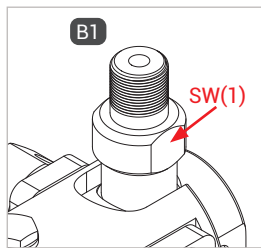

Abbildung 2
- ▶ Halten Sie beim Montieren des Füllschlauches an der Schlüsselbohrung SW(1) (Abbildung 2) mit einem Gabelschlüssel gegen.
- ▶ Verschrauben Sie die Betriebsmedienzuleitung „B1“ druckdicht mit dem Anschluss des Füllschlauches (Abbildung 2). Anzugsdrehmoment siehe untenstehende Tabelle.